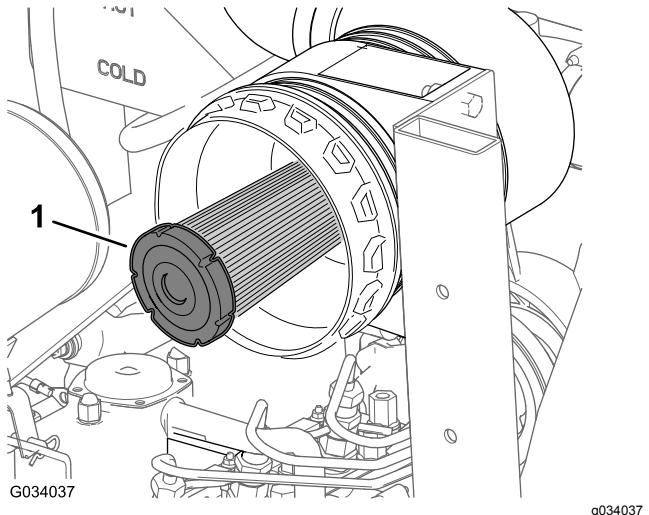

Figura 44
2. Verifique se existe pó ou detritos no filtro de segurança (Figura 44).
**Importante:** Nunca tente limpar o filtro de segurança (Figura 44). Substitua o filtro de segurança após três operações de manutenção do filtro primário.